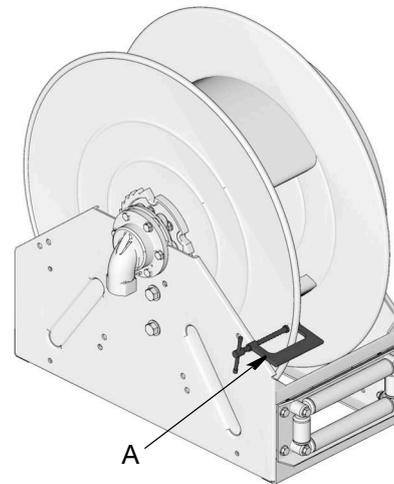

FIG. 10
- Fije con firmeza una abrazadera en C (A) a la brida del carrete como se muestra en la Fig. 10 para evitar que el carrete se desenganche por accidente y gire libremente.